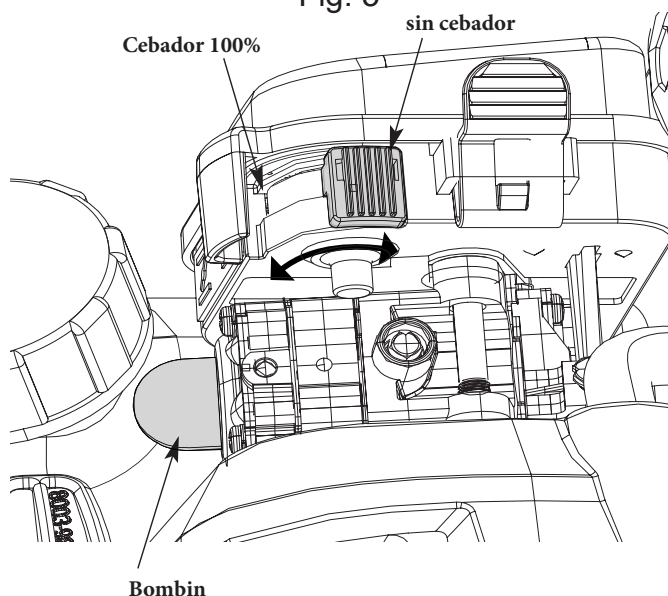
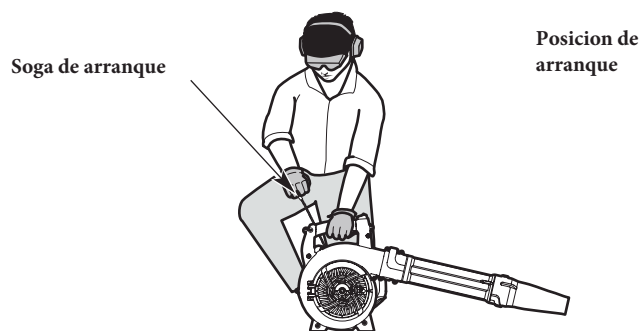

Fig. 6
Fig. 7
Evite encender accidentalmente la unidad. Para evitar lesiones graves, el operador y la unidad deben estar en una posición estable al tirar de la cuerda de arranque (Fig. 7).
3. Presione y suelte lentamente el cebador 10 veces (Fig. 6).
Mueva la palanca del estrangulador a la posición de estrangulador completo (Fig. 6). NO apriete el control del acelerador. Agáchese en la posición inicial (Fig. 7).
6. NO apriete el control del acelerador. Tire de la cuerda de arranque con un movimiento controlado y constante de 3 a 5 veces para arrancar el motor (Fig. 7).